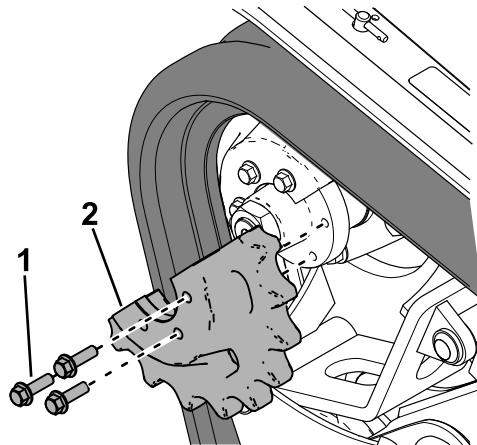

Figure 62
19. Appliquez du frein-filet sur les boulons du demi-pignon d' entraînement que vous avez retiré et posez le demi-pignon (Figure 62). Serrez les boulons à un couple de 95 à 115 N·m (70 à 85 pi-lb).